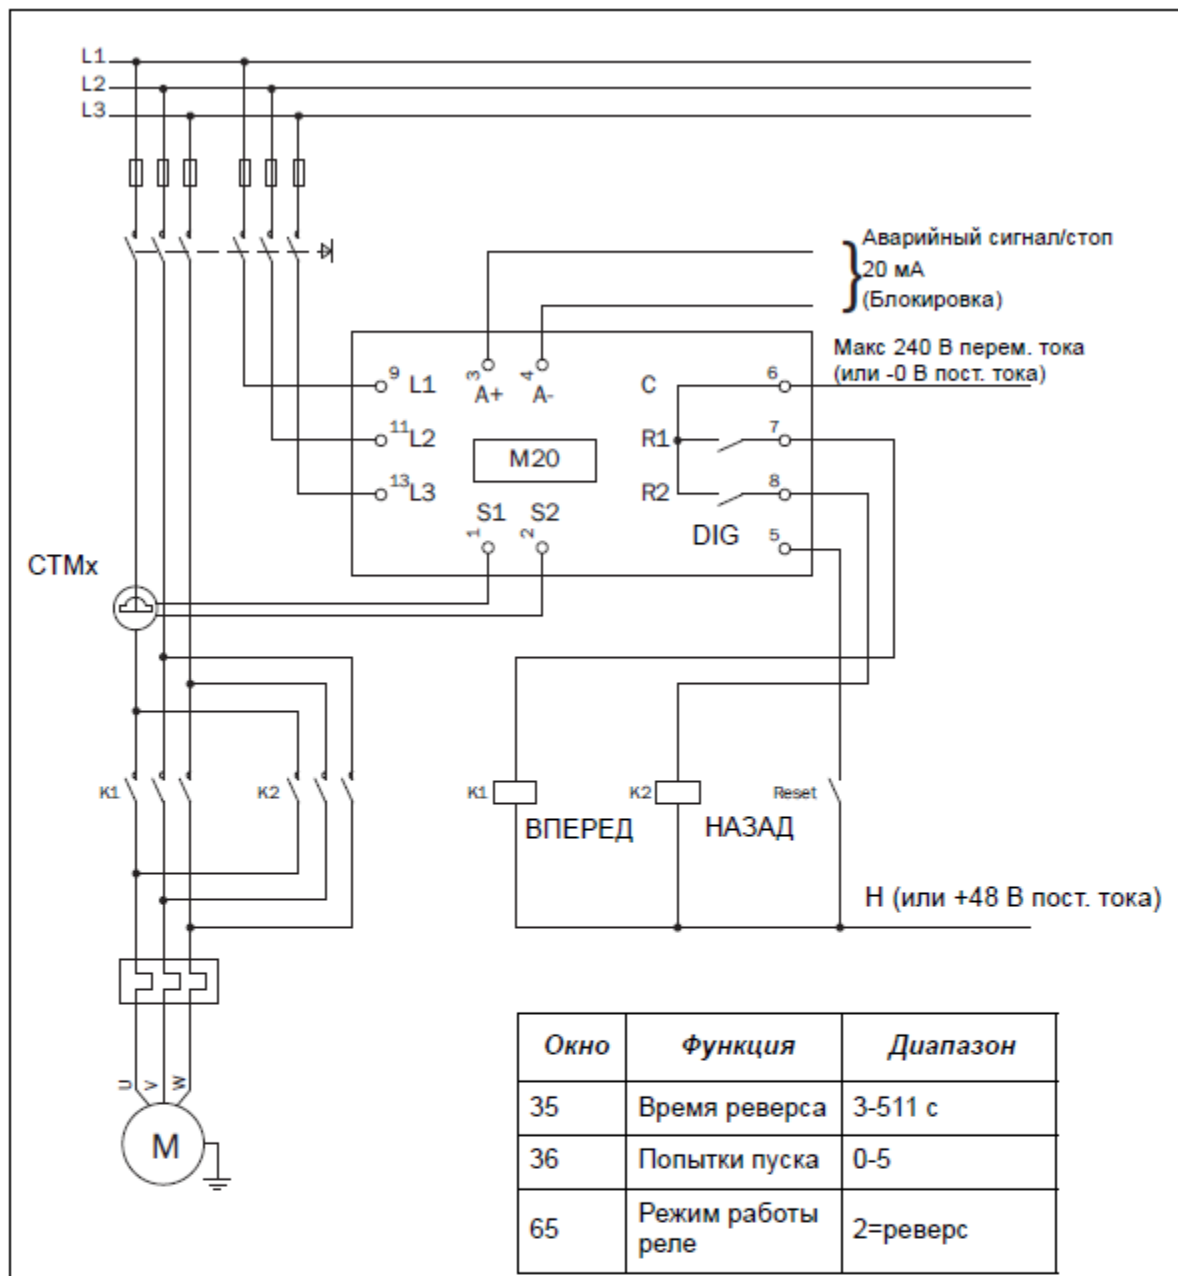

Рис. 15 Пример подключения с установленным пускателем двигателя для прямого и обратного направления (контактором).
**ПРИМЕЧАНИЕ:** *для достижения упомянутого выше результата должен быть установлен пускатель двигателя для прямого и обратного направления. См. Рис. 15 Пример подключения с установленным пускателем двигателя для прямого и обратного направления (контактором).*
**ПРИМЕЧАНИЕ:** R1 и R2 (K1 и K2) (Рис. 15) не должны запитываться/включаться одновременно, это приведет к короткому замыканию. Поэтому важно, чтобы перед подключения реле к контакторам в окне 65 было установлено значение "2".